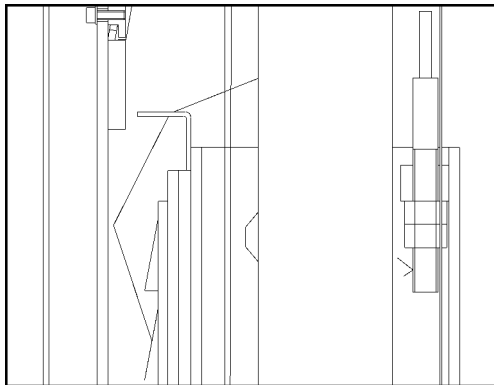

Fig. 14
- ◆ Håll båda kablarna i balans under höjning eller sänkning. (Fig. 14)